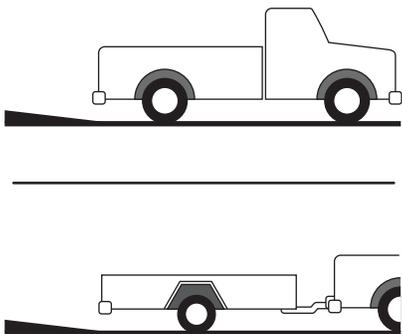

Figure 3-10
3. Stationnez la camionnette ou la remorque à proximité d'une surface en pente et placez les extrémités des rampes sur cette dénivellation de sorte qu'elles soient à un angle moins aigu pour réduire l'angle de chargement. Voir Figure 3-10.